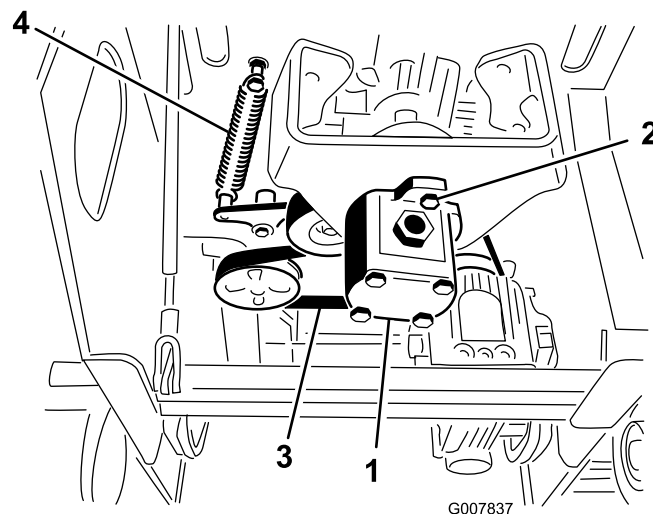

Figura 49
- Allentate i 2 bulloni della pompa (Figura 49).
- Ruotate la pompa in senso antiorario e lasciatela uscire dalla puleggia (Figura 49).
- Servendovi di un tiramolle (contattate il vostro Centro Assistenza Autorizzato) o di un gancio metallico rigido, tirate l'estremità della molla della puleggia tendicinghia per allentare la tensione sulla cinghia (Figura 49).